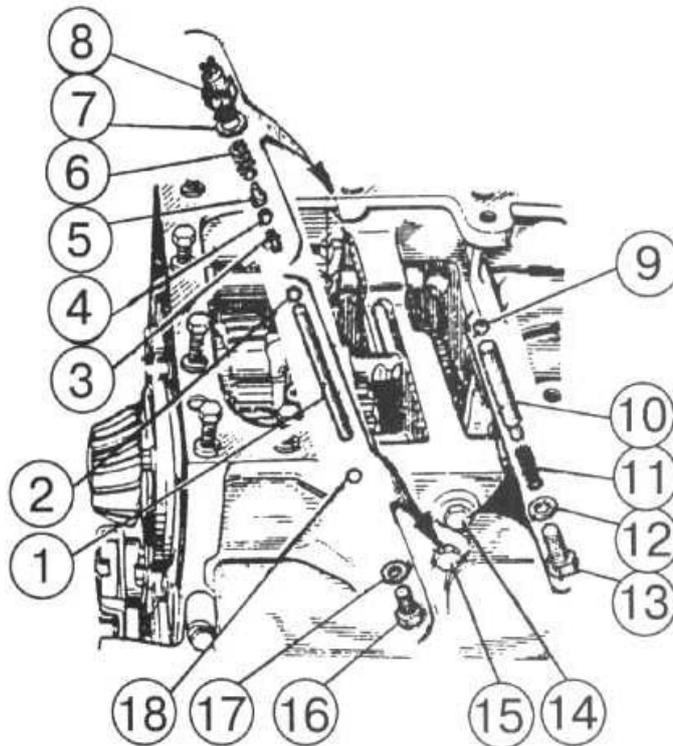

Рисунок 4.33
8) выверните болты (14), (15) (**рисунок 4.33**) и выключатель блокировки (8);
9) снимите пружины (6), (11), фиксаторы (1), (10) штифт (5), шарики (2), (4), (9), (18), ось (3);